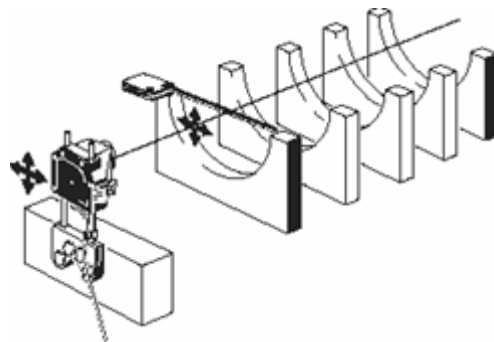

Рис. 1. Регулировка XY-позиции лазера
- e. Теперь переместите рулетку к отверстию, которое является ближайшим к лазеру, и найдите его центр путем перемещения корпуса лазера горизонтально и вертикально (рис. 1).